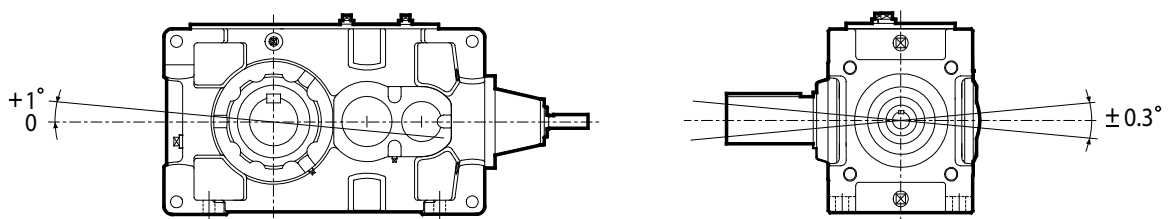

Fig. 3
6. Install fan hood 3) and 5) fix with bolts 1), 2) and 3) (Fig. 3 and 4).